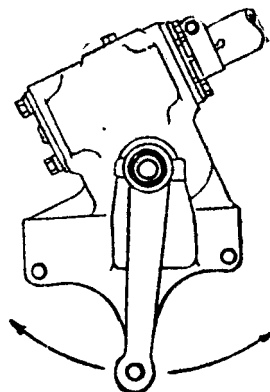

Рис. 27. Покачивание сошки для определения величины люфта.
- 3) покачивая сошку рукой (рис. 27) определить люфт на ее конце (желательно пользоваться индикатором). Далее, если люфт более 0,3 мм, произвести регулировку его в следующем порядке: